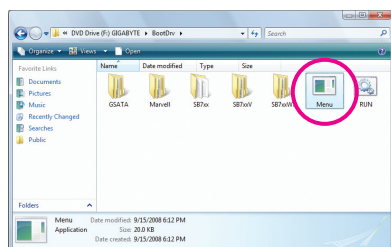
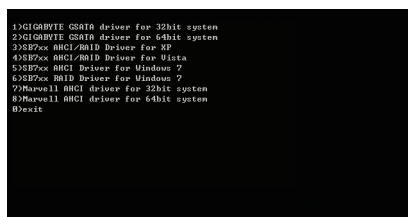

図 4
図 5
- 2: 光学ドライブフォルダから、BootDrvフォルダのMenu.exeファイルをダブルクリックします (図 4)。図5のようなコマンドプロンプトウィンドウが開きます。
インストールするオペレーティングシステムによっては、メニューから対応する文字を押すことでコントローラドライバを選択し、<Enter>を押します。例えば、図5でメニューから、